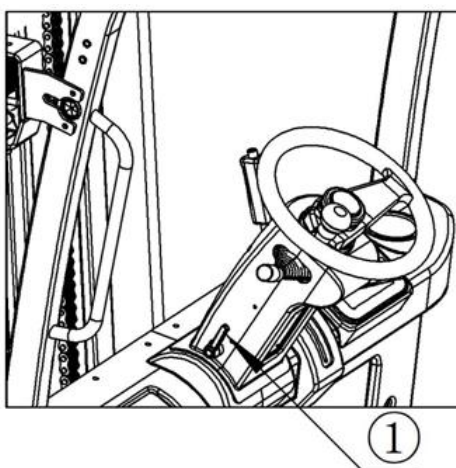

Рис. 4-6. Схема регулировки наклона рулевой колонки:
(13) Регулировка угла наклона колонки рулевого колеса. Нужно повернуть запорную ручку против часовой стрелки (поз. (1) на Рис. 4-6), чтобы освободить колонку. Отрегулировать угол наклона рулевой колонки до нужного положения, повернуть запорную ручку по часовой стрелке, чтобы заблокировать рулевую колонку.